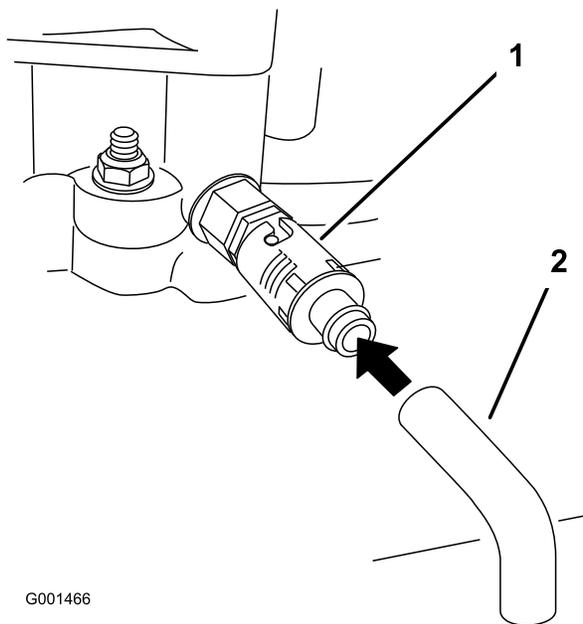

Figura 23
6. Coloque un recipiente debajo del tubo de vaciado. Gire la válvula de vaciado para que se drene el aceite (Figura 23).
8. Retire el tubo de vaciado (Figura 23).